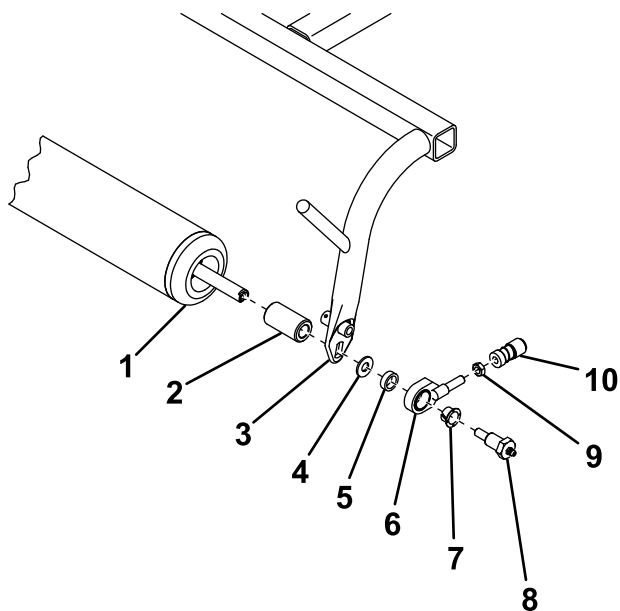

図 4
7. 図 4 のように、プルフレームにローラを取り付ける。
8. プルリンクアセンブリに、ジャムナットと先ほど外したボールジョイントレシーバを取り付ける図 4。この時点ではまだジャムナットを締め付けないこと。